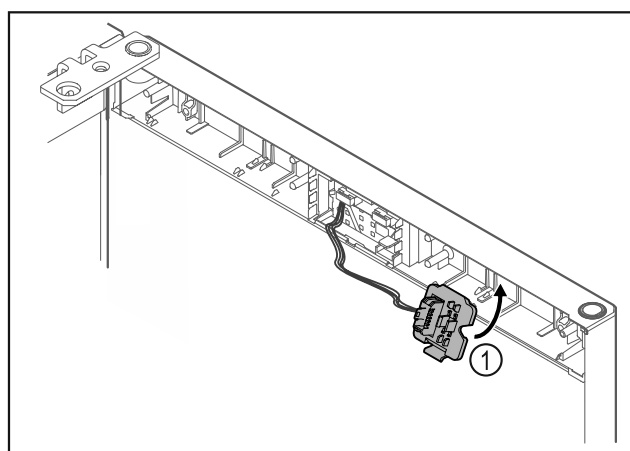

Fig. 16
- Encajar el soporte de la clavija de enchufe Fig. 16 (1) en el lado opuesto.*